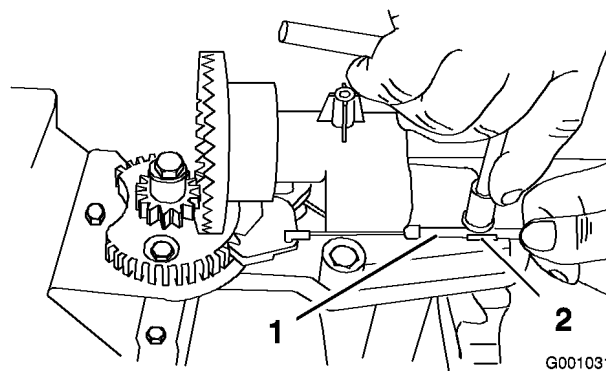
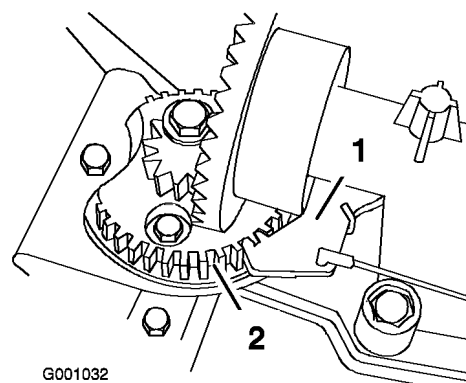

Figure 55
Figure 56
2. Desserrez le boulon du serre-câble (Figure 55).
3. Saisissez la gaine du câble et déplacez-la vers l'avant de la machine jusqu'à ce que le cliquet de verrouillage de l'éjecteur s'engage complètement dans les dents du secteur (Figure 55 et Figure 56).
Remarque: Le cliquet est rappelé par ressort et s'engage naturellement dans les dents du secteur (Figure 56).